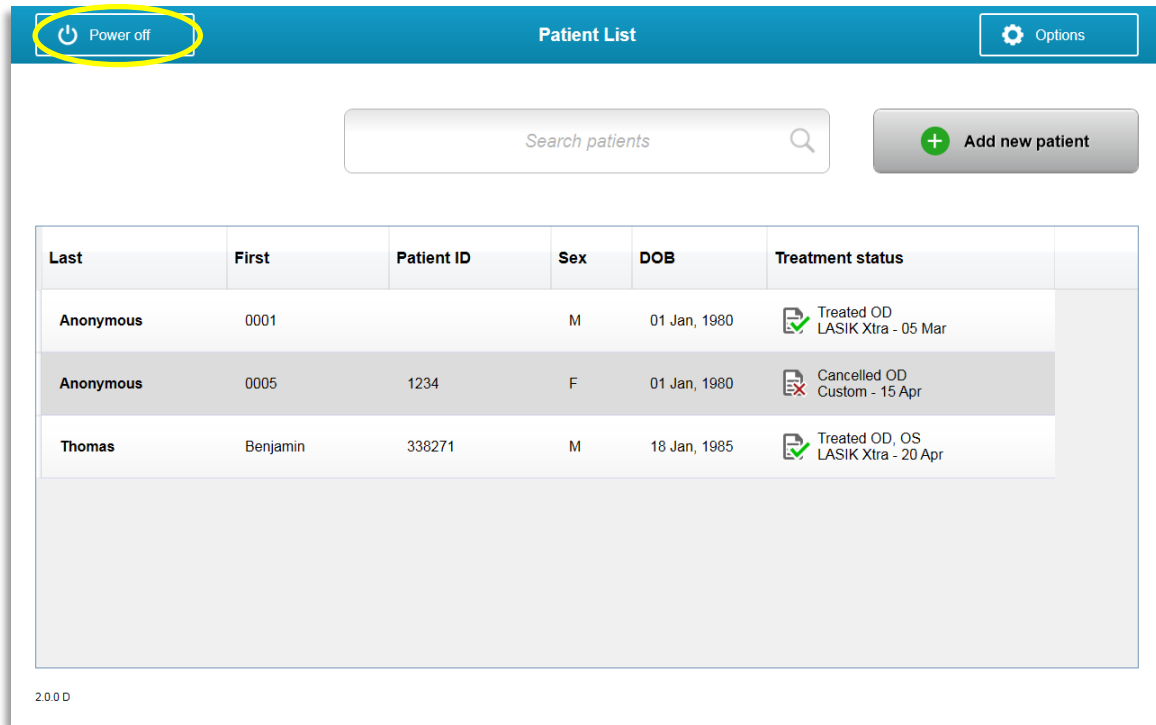

Figura 3-47. Selectați „Oprire” (Power Off)
- Selectați „Oprire” (Power Off) pe ecranul de bază „Lista pacienților” (Patient List), așa cum se indică în Figura 3-47.